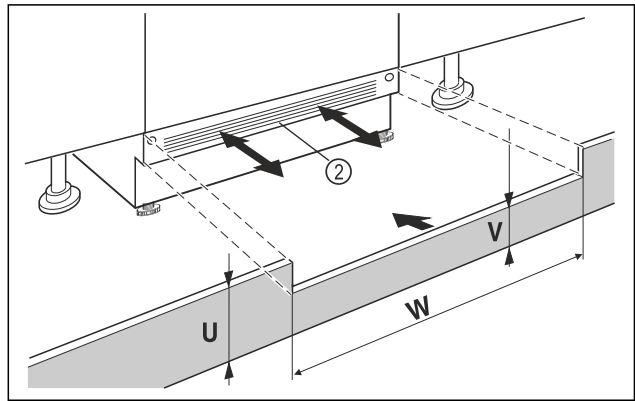

Fig. 100 Shembull ilustrues
- Vendosni kapakun e bazamentit të pajisjes Fig. 100 (2) por mos e fiksoni akoma.
- Kur kapaku i bazamentit është i dukshëm Fig. 100 (2), tërhiqeni atë përpara deri në atë pikë që buza e përparme e rrjetës së ajrimit dhe kapaku i bazamentit të mobilies të jenë në një nivel.
- Kur kapaku i bazamentit është i fshehur Fig. 100 (2), shtyjeni atë plotësisht prapa.
- Sigurohuni që kanalet e ajrimit të jenë plotësisht të lira: Nëse nevojitet, shkurtoni lartësinë e kapakut të bazamentit të mobilies Fig. 100 (U)!
- Përshtatni lartësinë Fig. 100 (V) nën kapakun e bazamentit të pajisjes Fig. 100 (2) përgjatë gjerësisë së dollapit Fig. 100 (W).